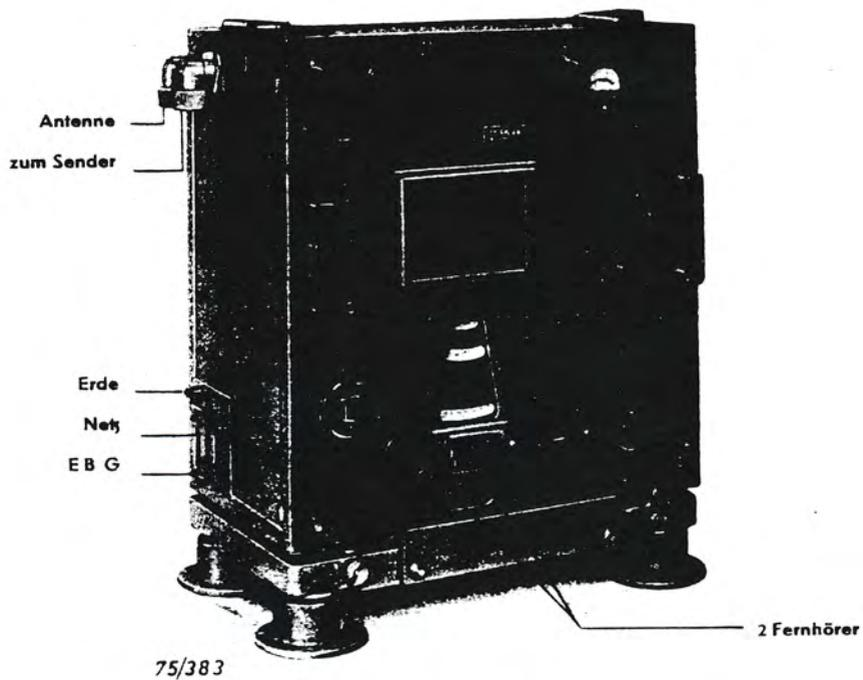

Abb. 1: Vorderansicht des Empfängers
I. Allgemeiner Aufbau (vgl. Abb. 1)